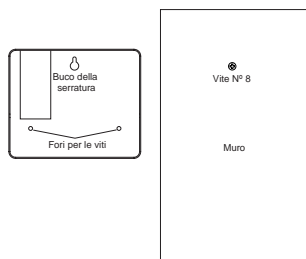

FIGURA 15: Installazione di un timer per interni
- Avvitare nel muro una vite N° 8 attraverso ognuno dei due fori presenti nella parte inferiore della scatola nella parete [vedere figura 15].